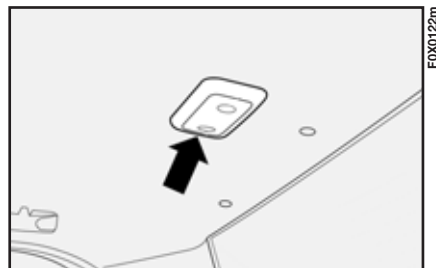

fig. 142
- agendo nel punto indicato dalla freccia fig. 142 rimuovere il gruppo plafoniera completo;